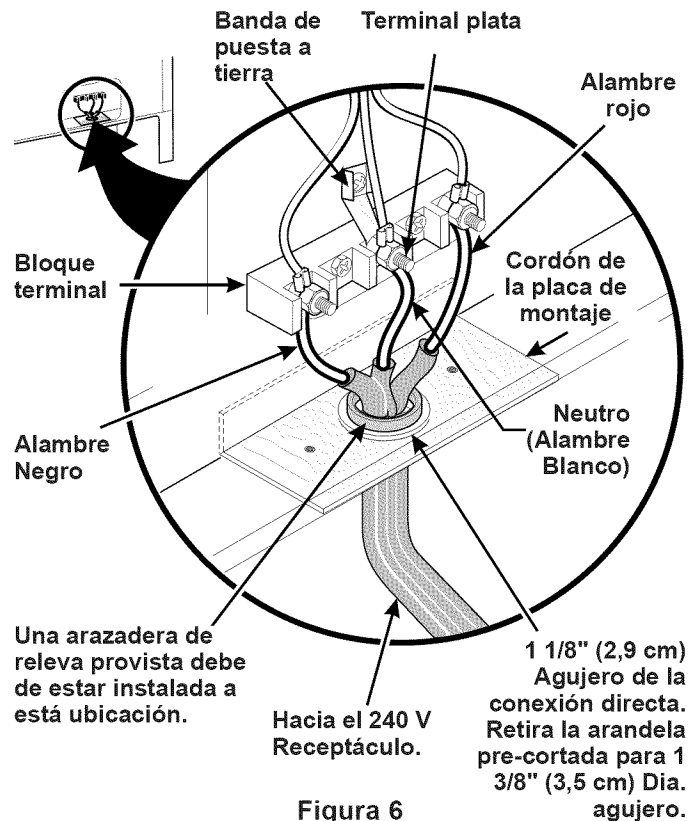

Figura 6
NOTA: La cocina corrediza eléctrica viene de fabrica con un agujero de diámetro 1 1/8" (2,9 cm) como se muestra en la figura 6. Si un agujero mas largo está necesario retire la arandela de la pre-cortada.
Si los códigos locales permiten la conexión del conductor a tierra del armazón al alambre neutral del cable de bronce del suministro eléctrico (vea figura 6).
2. Utilizar los tuercas suministraron en el paquete de la literatura para conectar la parte neutral del cable de bronce de suministro eléctrico al terminal plateado que se encuentra al centro del bloque terminal y, conectar los otros alambres a los terminales externos. Aparee los alambres y los terminales según el color (alambres rojos conectados al terminal derecho, alambres negros conectados al terminal izquierdo) (vea figura 6).